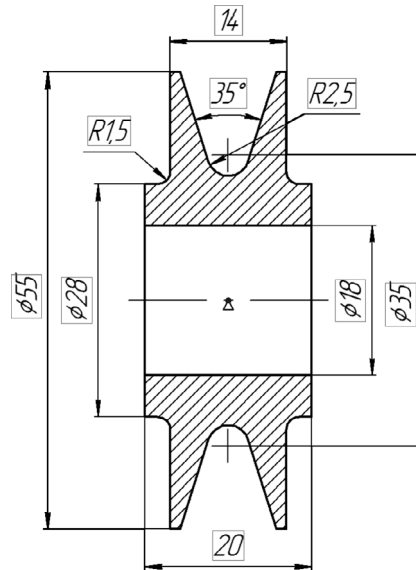

Рис. 64.12.
22. Проставьте все линейные, радиальные и угловой размеры (рис. 64.12). Задайте им фиксированные значения, как это показано на рисунке.